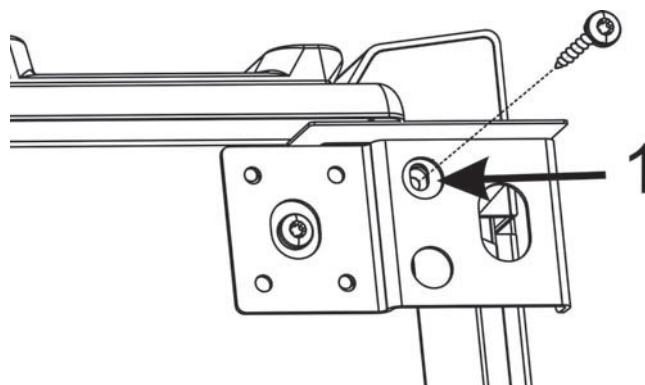

Figure 5 : Mise en place de la vis
7. Insérez la vis (mise en réserve ou fournie dans le nécessaire) dans le trou 1 et serrez légèrement (voir Figure 5 : Mise en place de la vis).